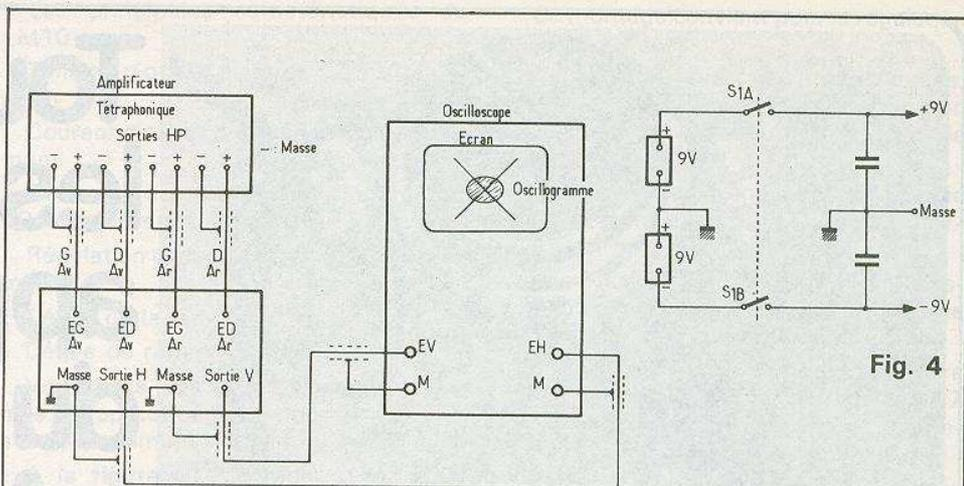

Fig. 2
Il faut par conséquent, que l'oscilloscope possède ces deux entrées. Tous les oscilloscopes sont munis d'une entrée de déviation verticale (dite improprement entrée « verticale ») mais nombreux sont les oscilloscopes qui ne possèdent pas d'amplificateur « horizontal », la déviation horizontale étant généralement effectuée par des signaux de base de temps. A la figure 2, on indique le mode de branchement du « vérificateur » à l'oscilloscope. Voici maintenant quelques détails sur le montage proposé.
Revenons à la figure 2. Pour effectuer la vérification, il sera nécessaire de recourir à six cordons coaxiaux type BF, dont deux relient les quatre sorties de la chaîne tétraphonique aux entrées de l'appareil de vérification et deux pour relier les deux sorties de cet appareil, aux entrées des amplificateurs V et H de l'oscilloscope.
A) Connecter les câbles comme indiqué à la **figure 2** ; ne pas perdre de vue que les sorties de la chaîne téraphonique sont celles des haut-parleurs, ces derniers **resteront connectés**. Ne pas oublier les connexions de masse.